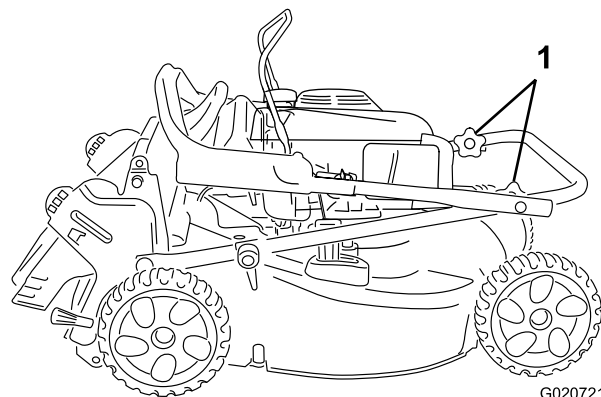

Figura 20
3. Ruotate la porzione superiore della stegola indietro verso il motore; fate riferimento a Figura 20.